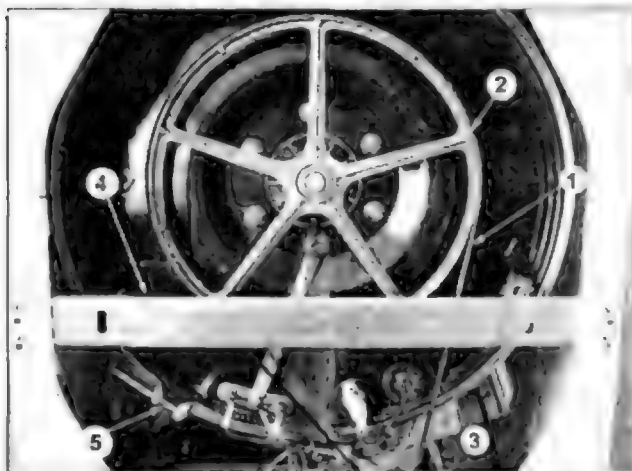

Рис. 1.8.1
- снимают ремень 1 со шкивов барабана 2 и приводного мотора (рис. 1.8.1);
- устанавливают крышку на корпус бака. Затем по его периметру прокладываются резиновый уплотнитель и хомут таким образом, чтобы концы уплотнителя и стягивающий винт находились сверху бака (под противовесом), а не так, как показано на рис. 1.8.1 (позиция 5 — очередная ошибка фабричной сборки). Это позволит после окончательной стяжки хомута избежать возникновения по всему периметру кромки бака складок на уплотнителе, и, как следствие, избежать возможных протечек воды;
- устанавливают распорную планку 4 (рис. 1.8.1);